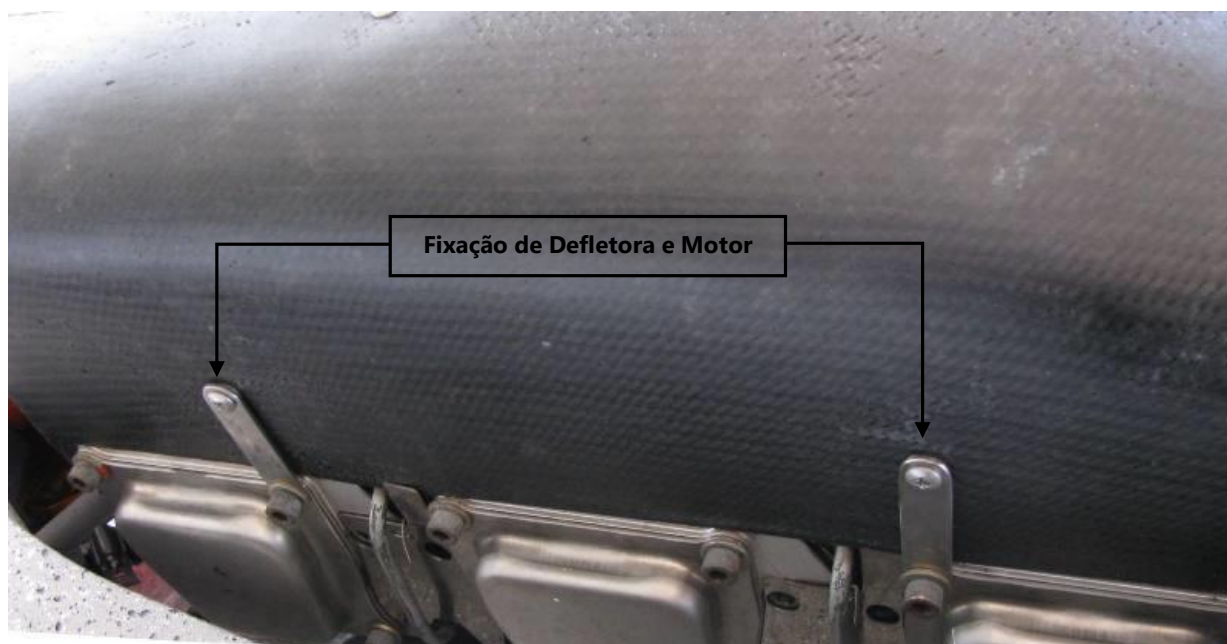

Figura 71.60.3 – Fixação da defletora.
3. Desconectar os parafusos de fixação da defletora e o motor 2200 cc da figura 71.60.3.